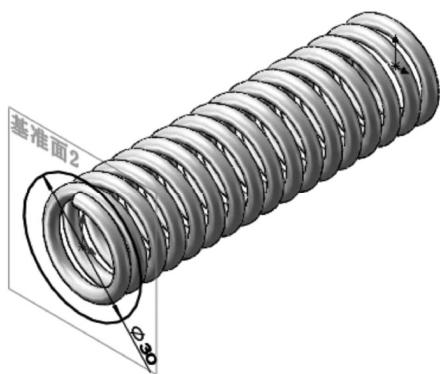

图 9-44 在基准面 2 上绘制切除-拉伸草图
- [2] 在基准面 2 上绘制切除-拉伸草图，如图 9-44 所示。